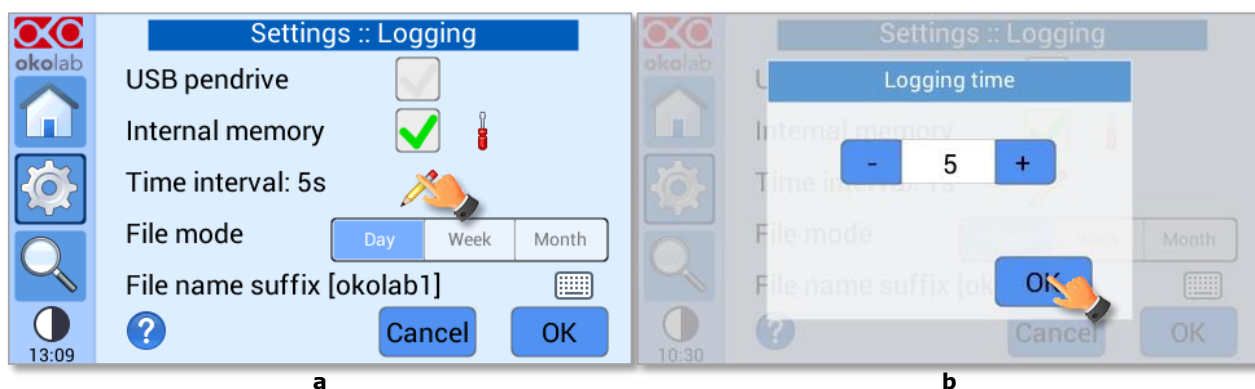

Figura 52. Cómo configurar el intervalo de registro
- 2 Pulse el icono  para introducir el intervalo de tiempo, como se indica en la figura 52. Puede utilizar un rango de 1 a 60 segundos.
- 3 Elija cómo desea dividir los datos al descargarlos, pulsando *Día*, *Semana* o *Mes*, véase la figura 52 (a).
Recomendación ► Con las selecciones realizadas en la figura 52 y en la figura 53, los datos se descargarán a la unidad USB como se muestra en la figura 54.